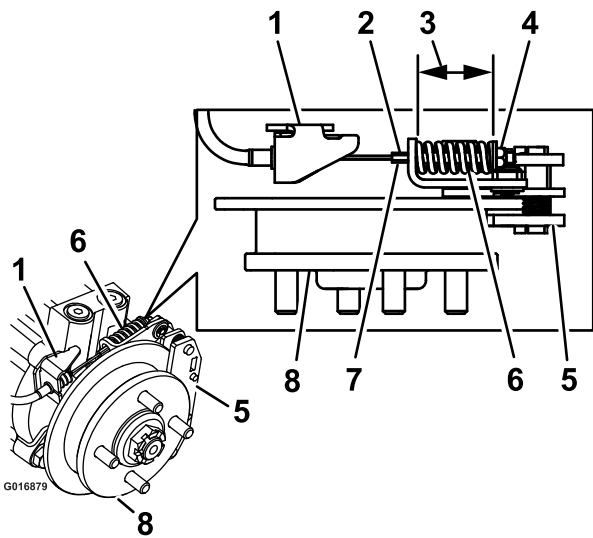

Figure 73
9. Maintenez l'extrémité de la tige filetée avec un outil et ajustez le contre-écrou jusqu'à ce que la longueur du ressort se situe entre 3,8 et 4 cm (1-1/2 et 1-9/16 po) (Figure 73). Le câble ne doit pas tourner quand les écrous sont desserrés.